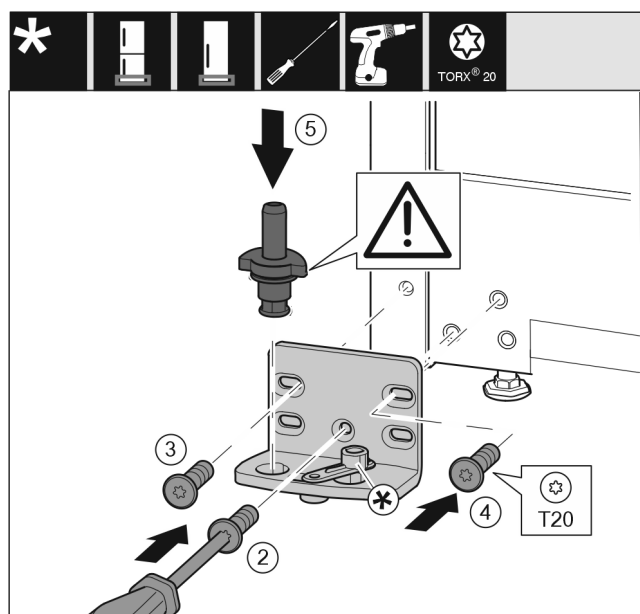

Fig. 34
- Poser le support de palier de l'autre côté et le visser à l'aide d'un tournevis T20. Commencer par la vis 2 en bas au milieu. Fig. 34 (2)
- Visser les vis 3 et 4. Fig. 34 (3,4)
- Mettre en place l'axe de palier complet. Veiller à ce que l'ergot d'enclenchement soit orienté en arrière. Fig. 34 (5)
- Poser le support de palier de l'autre côté et le visser à l'aide d'un tournevis T20. Commencer par la vis 2 en bas au milieu. (2)
- Tourner le joint amortisseur de fermeture de 180°. La visser de l'autre côté du support de palier avec un tournevis T20. (5)
- Mettre en place l'axe de palier complet. Veiller à ce que l'ergot d'enclenchement soit orienté en arrière. (6)